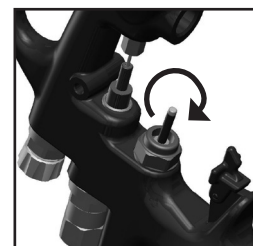

Fig. 24
10. Apretar el conjunto de la válvula de aire utilizando primero los dedos y luego apretar con una llave inglesa de 14 mm. Aplicar una torsión de 24-30 N-m [18-22 pies-lbs]. (Ver Fig. 24)